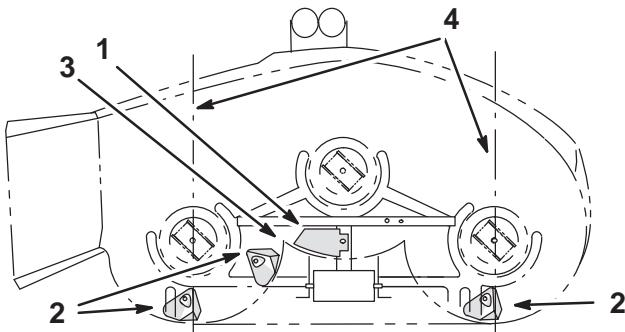
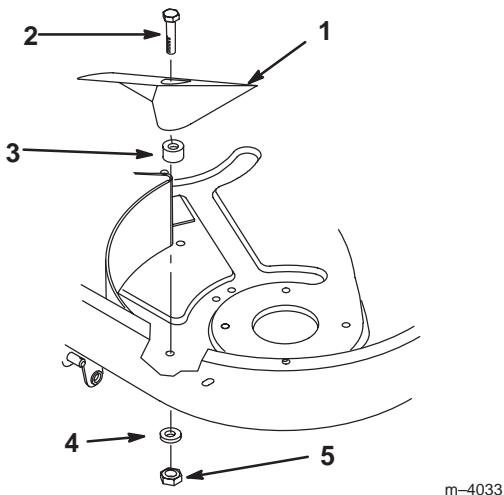

Figure 13
Figure 14
1. Placez la plaque "kicker" en position (Fig. 13).
3. Montez les déflecteurs "kickers" (Fig. 13) et fixez-les à l'aide de 3 boulons (5/16 x 1 pouce), entretoises, rondelles plates et contre-écrous (Fig. 14).